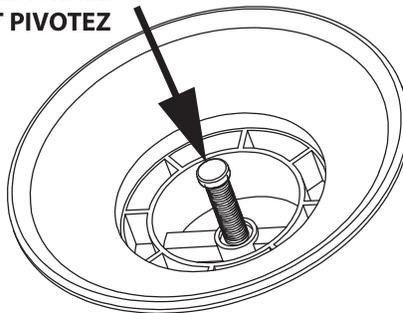

Figure 1. Gonflage/dégonflage des valves militaires à 2 voies
Votre kayak utilise la valve suivante. La valve militaire à 2 voies a la fonction et la durabilité des autres valves de type militaire et est compatible avec la plupart des pompes standards. La *Figure 1* ci-dessous détaille comment faire fonctionner les valves.
3. En commençant par la chambre principale 1, retirez le capuchon de la valve et vérifiez si la tige au centre de la valve est vers le haut (qui dépasse de la valve) ou vers le bas (même avec le bord intérieur de la valve). La tige de cette valve doit être en position haute (gonfler) pour gonfler le kayak. Si la valve n'est pas en position de gonflage, utilisez votre doigt pour enfoncer et tourner la tige d'un quart de tour dans le sens inverse des aiguilles d'une montre et elle remontera en position de gonflage. *Voir Figure 1 à la page 9.*
1. Retirez les bouchons des deux chambres principales, poussez les tiges de valve vers l'intérieur et tournez-les en position de dégonflage. (*Voir figure 1*).